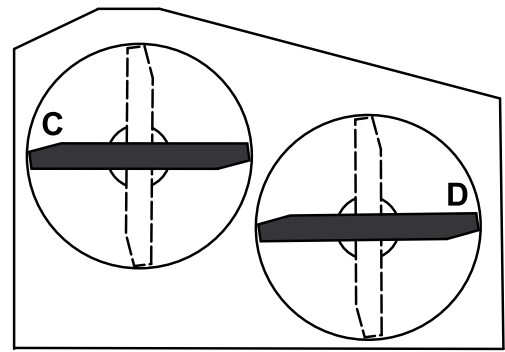

Figura 58
2. Coloque las cuchillas en posición lateral. Mida en las posiciones **C** y **D** desde una superficie nivelada hasta el filo de corte de los extremos de la cuchilla (Figura 58).